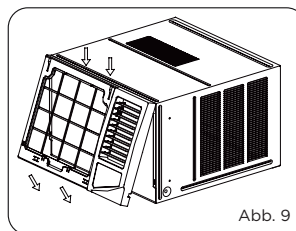

Abb. 9
1. Haken Sie die Oberkante des Rahmens ein (siehe Abb.9).